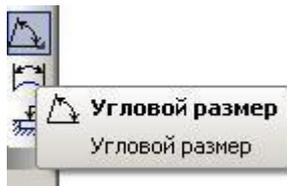

Рисунок 12 – Команда «Угловой размер» Нанесение технологических обозначений
- «Угловой размер» - см. рисунок 12.